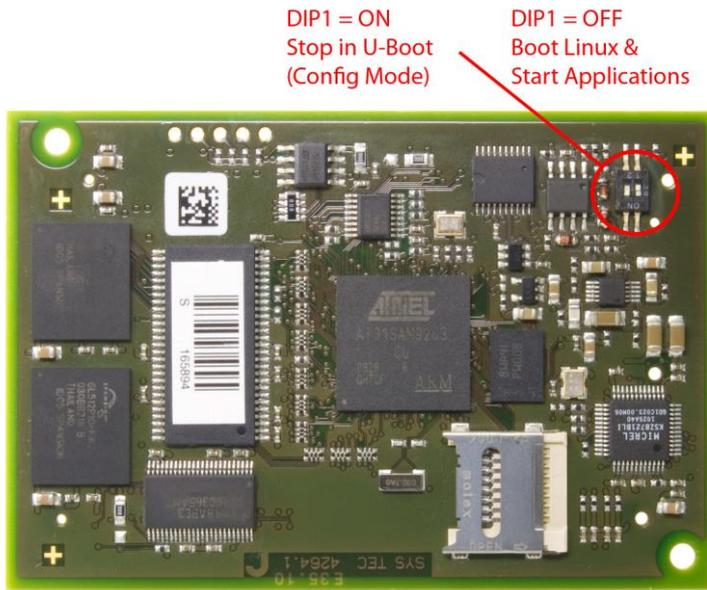

Bild 5: Lage und Bedeutung des DIP-Schalter 1 auf dem ECUcore-9263
- (1) **DIP1 = "On" oder /BOOT = "Low"** DIP1: siehe Bild 5, /BOOT: siehe Manual L-1261
Bild 5 zeigt die Lage und Bedeutung des DIP-Schalters 1 auf dem ECUcore-9263. Da dieser DIP-Schalter im eingebauten Zustand des Moduls unter Umständen schwer zugänglich sein kann, ist das damit verbundene Portpin des Prozessors parallel dazu auch als Anschluss "/BOOT" am Steckverbinder des ECUcore-9263 verfügbar (siehe Hardware Manual ECUcore-9263, Manual-Nr.: L-1261).